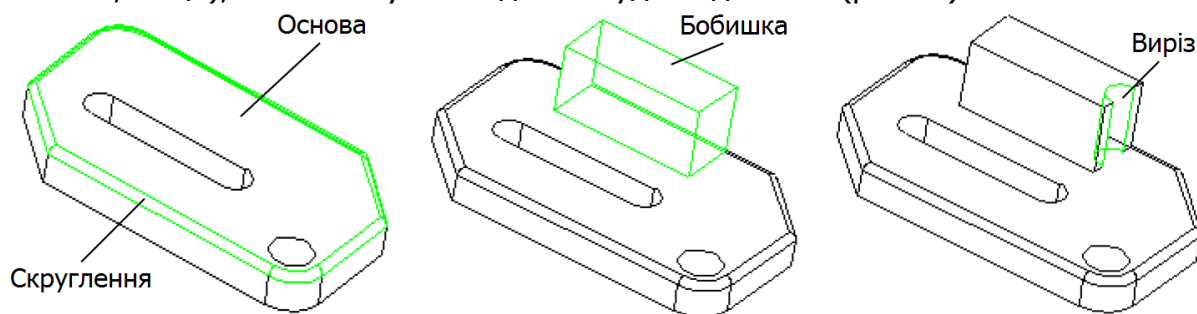

Рис.21
- **Використання елементів для побудови деталей.** Елементами можуть бути форми (бобишки, вирізи, отвори) і операції (скруглення, фаски, оболонки, тощо), які комбінуються для побудови деталей (рис.21).